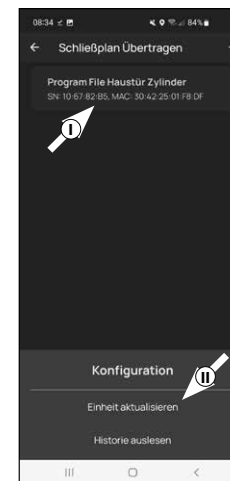

Fig. 6
- Appuyez sur le fichier de programmation qui vient d'être créé (I) (Fig. 6) et, dans le menu apparaissant sur « Actualiser unité » (II) (Fig. 6).